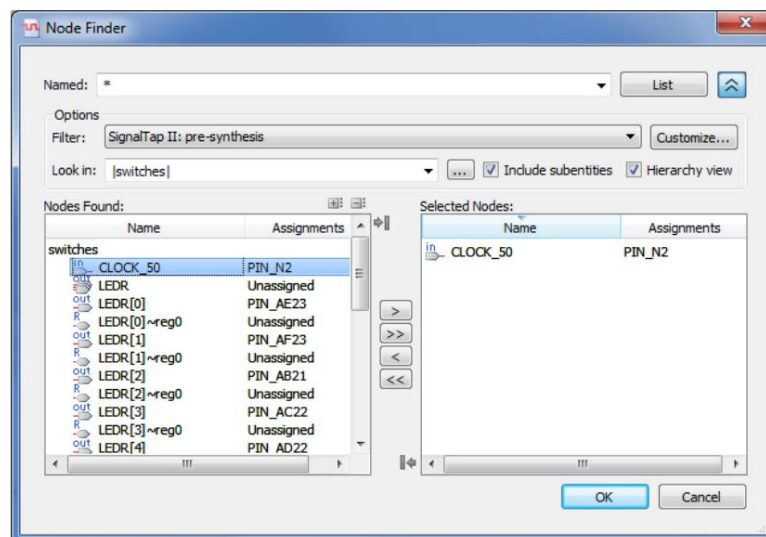

Figure 9. Définition de CLOCK_50 comme horloge pour l'instance SignalTap sur une carte de la série DE.
4. Avant que l'analyseur SignalTap puisse fonctionner, nous devons spécifier quelle horloge va exécuter le module SignalTap qui sera instancié dans notre conception. Pour ce faire, dans la zone Horloge du panneau Configuration du signal de l' Dans la fenêtre SignalTap, ..., qui ouvrira à nouveau la fenêtre de recherche de nœuds. Sélectionnez Liste pour afficher tous les nœuds. Cliquez sur les nœuds qui peuvent être ajoutés comme horloge, puis double-cliquez sur CLOCK_50, ce qui donne l'image affichée dans Figure 9. Cliquez sur OK.